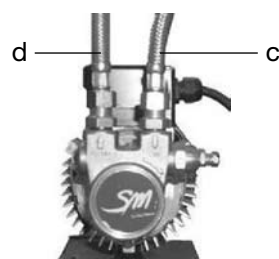

Figura 7
- 3) Ligar o tubo **d** (da instalação hidráulica da máquina de café) à vazão da bomba (figura 7).